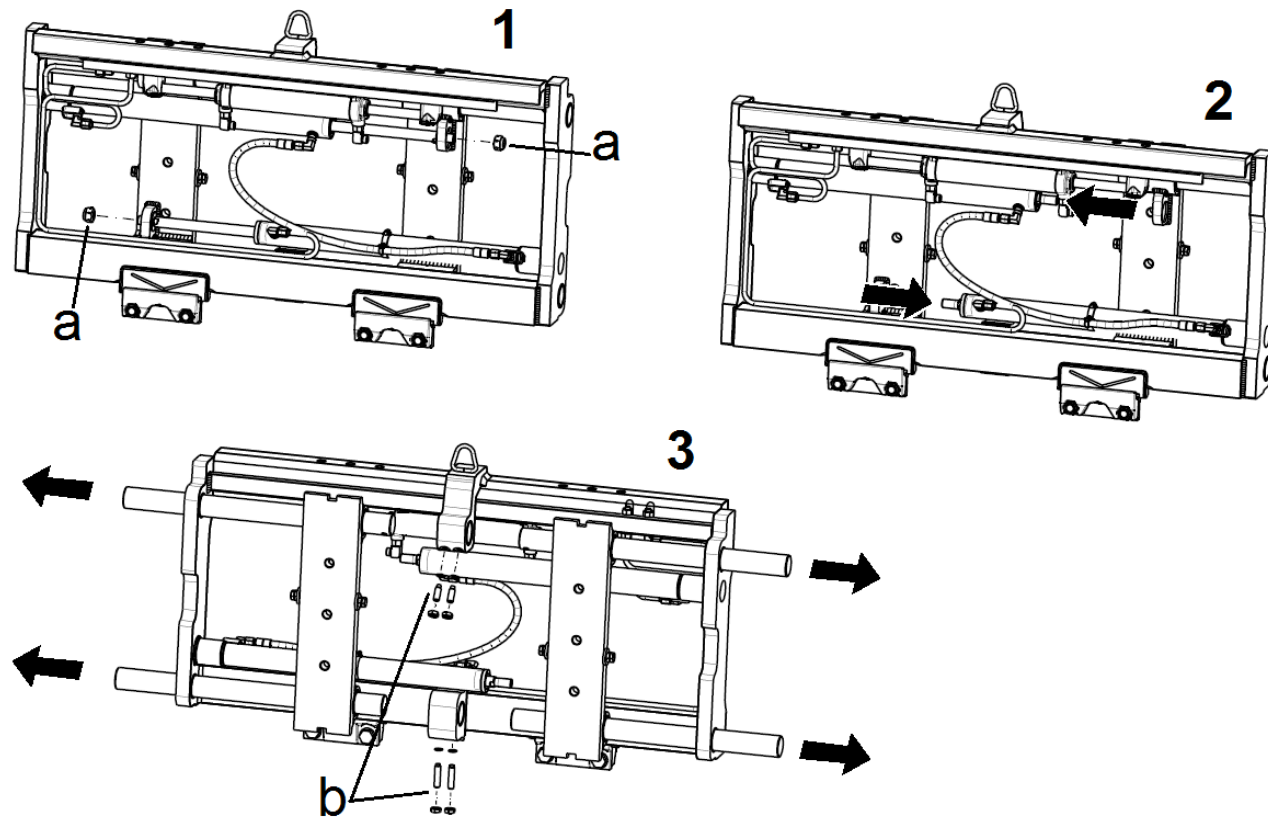

Fig. 038
7.4.3. **Rimuovere i dadi di fissaggio dello stelo cilindri "a", Fig. 038 (chiave ISO 3318 19 mm portate fino a 3.6 t, 22 mm per 5 t e 27 mm per classe 4 per bloccare lo stelo, e chiave a bussola ISO 1174 27 mm portate fino a 3.6 t, 30 mm per 5 t e 36 mm per classe 4, per allentare il dado).**
7.4.6. **Rimuovere le viti e i dadi di fissaggio delle barre cromate "b", Fig. 038, dai musoni centrali (chiave ISO 3318 19 mm per i dadi e chiave ISO 3926 6 mm per le viti).**